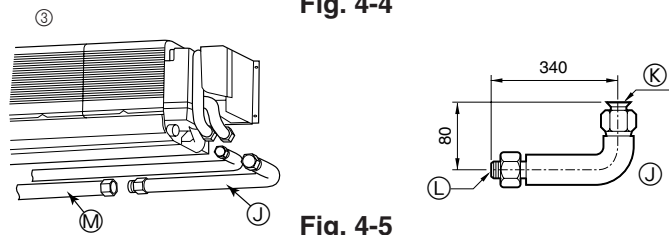

Fig. 4-5
- ③ L-förmiges Anschlußrohr (für Gasrohrleitung) (Fig. 4-5)